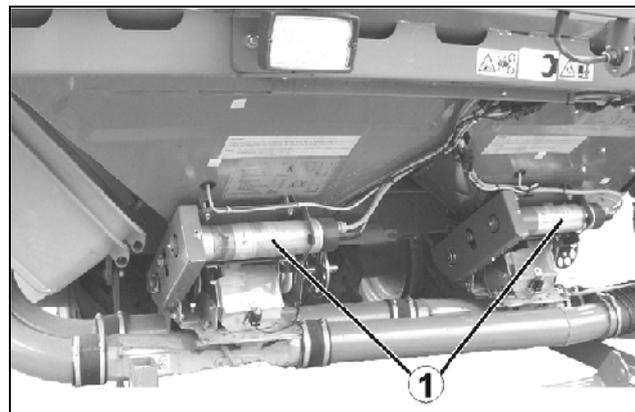

Fig. 77
- Dosage intégral électrique avec moteur électrique comme entraînement direct (Fig. 77).